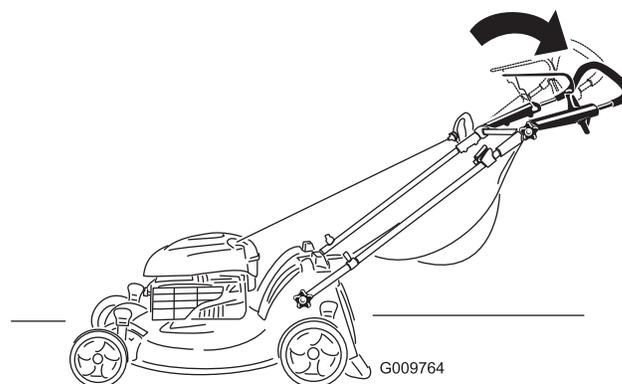

Figura 20
2. Spostate la sezione superiore della stegola nella posizione desiderata (Figura 20).